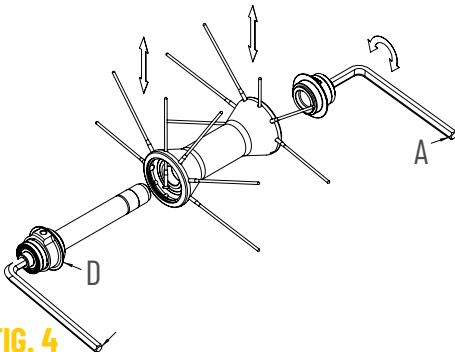

FIG. 4
• Inserite due chiavi a brugola da 5mm (A) dentro agli scontri alle estremità dei mozzi e ruotatele in **senso antiorario**.
• Sfilate il raggio da sostituire e infilate il raggio nuovo (Fig.4).
• Eseguite se necessario una registrazione del mozzo tramite la ghiera (D), come riportato in questo manuale alla Sezione 2 / Mozzi / Mozzo anteriore.